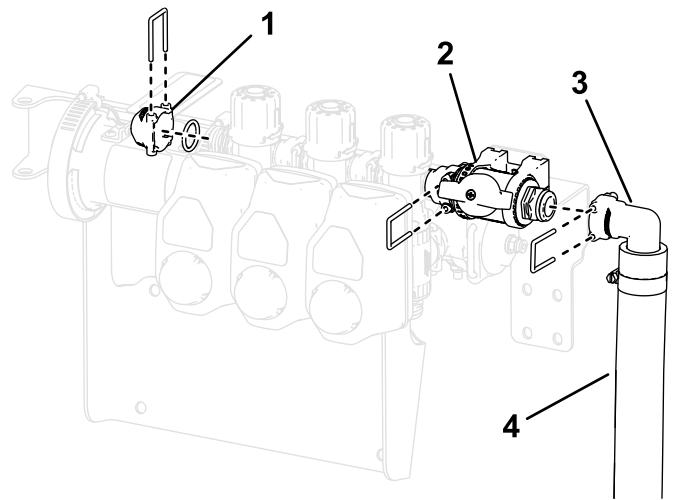

Figure 22
7. Fixez la vanne de commande sur la vanne de rampe à l'aide du joint torique et de l'étrier retirés précédemment, comme montré à la Figure 22.
8. Reposez le bouchon (1/2"), les joints toriques, le raccord et le flexible sur la vanne de commande à l'aide des étriers déposés précédemment, comme montré à la Figure 22.